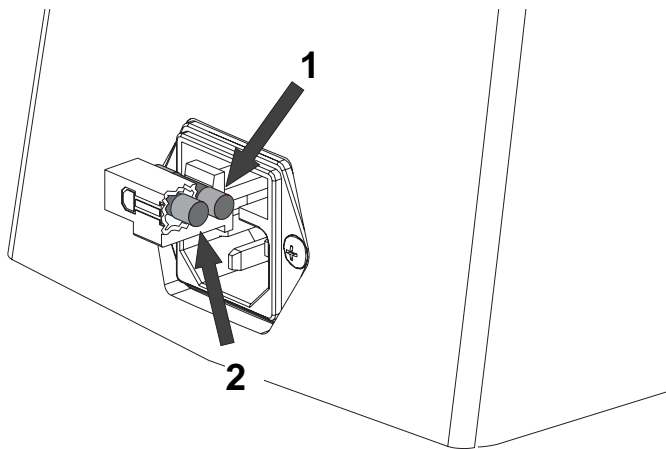

Рис. 6 Предохранители кабельного разъема.
- Не перегорел ли предохранитель кабельного разъема (Рис. 6,1). Если предохранитель неисправен, его можно заменить дополнительным (Рис. 6,2), также находящимся в кабельном разъеме.